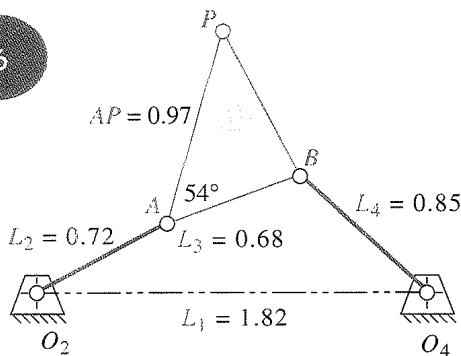

FIGURA P6-14 Problema 6-51
*†6-51 La figura P6-14 muestra un mecanismo y su curva de acoplador. Escriba un programa de computadora o use un solucionador de ecuaciones para calcular y graficar la magnitud y dirección de la velocidad del punto P del acoplador a incrementos de 2° de ángulo de manivela con $\omega_2 = 80$ rpm a lo largo del rango de movimiento máximo posible. Compruebe su resultado con el programa LINKAGES.